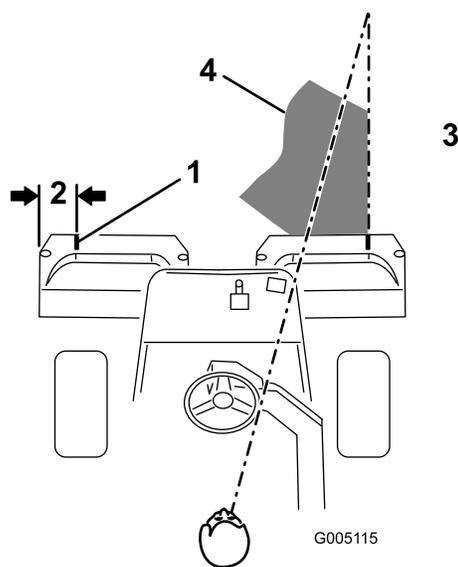

図 11
2. その位置に白色テープか白ペンキで集草箱の縁と平行に目印を入れる 図 11。